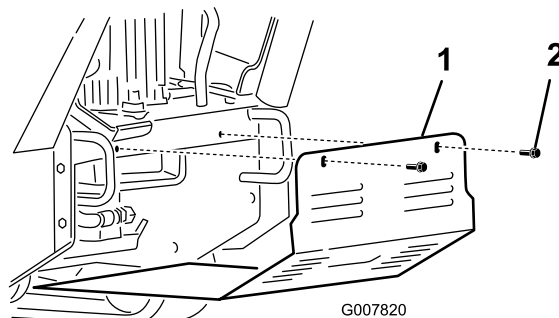

Figure 26
2. Enlevez les 2 boulons de fixation du panneau de protection inférieur (Figure 26).
2. Glissez le panneau dans la machine jusqu'à ce qu'il repose sur les 4 languettes (Figure 26).